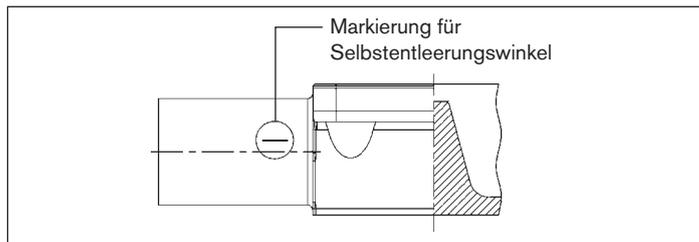

Bild 26: Markierung für die korrekte Einbaulage
- Zur Leitungsachse einen Neigungswinkel von 1° ... 5° einhalten. Bei Schmiede- und Gussgehäusen ist hierfür eine Markierung angebracht, welche nach oben zeigen muss (12-Uhr-Stellung, siehe „Bild 26: Markierung für die korrekte Einbaulage“).